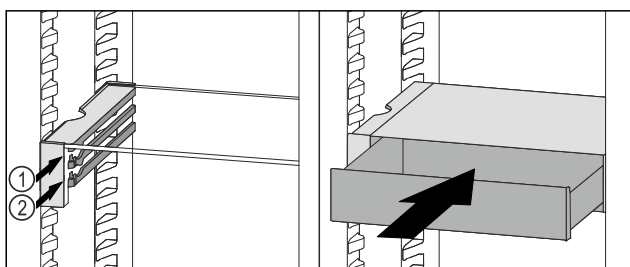

Fig. 214
- Stavite ladicu VarioSafe ukoso iza zaustavljača na željeni žlijeb Fig. 214 (1) ili Fig. 214 (2).